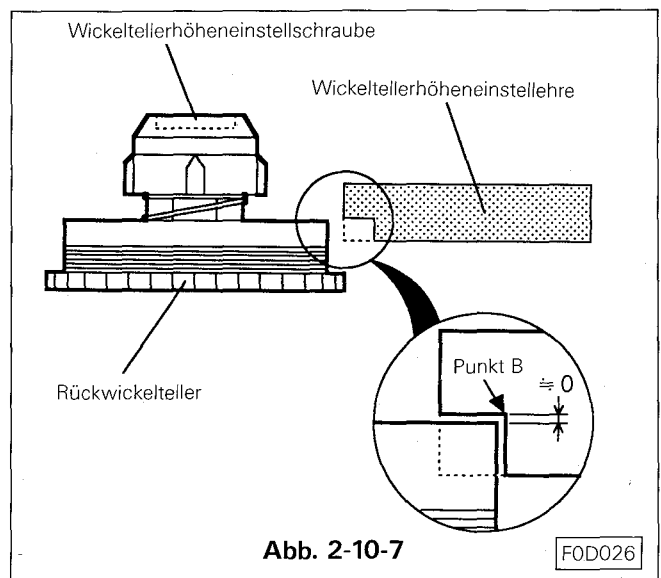

Abb. 2-10-7
- K. Die Lehre vorsichtig um Punkt A mit der Markierung SP zum Rückwickelteller bewegen. Die Aussparung B an der Lehre bestimmt die Höhe des Wickeltellers. (Siehe Abb. 2-10-7)
- L. Die Höhe des Wickeltellers kann über die Schraube in der Mitte an der Oberseite des Wickeltellers eingestellt werden. Für die Einstellung den Wickelteller festhalten. (Siehe Abb. 2-10-7)